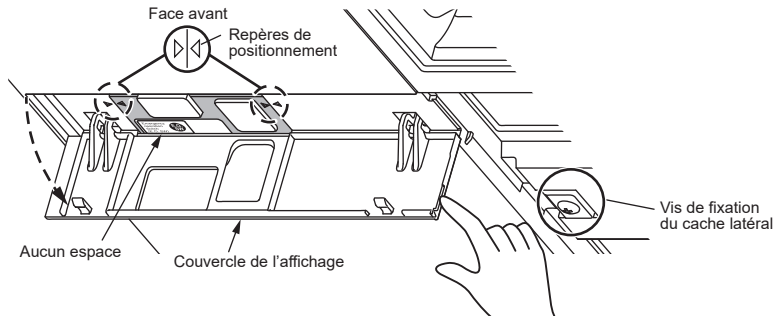

Fig. 9
- Ouvrez le couvercle de l'affichage et vérifiez que les repères de positionnement sont correctement alignés. (Fig. 9)
- Vérifiez qu'il n'y a pas d'espace entre l'interrupteur de secours (E.O. SW) et le cache latéral. (Fig. 9)
11. Fixez les caches latéraux G/D à l'aide des vis de fixation déposées à l'étape 2. (Fig. 9)